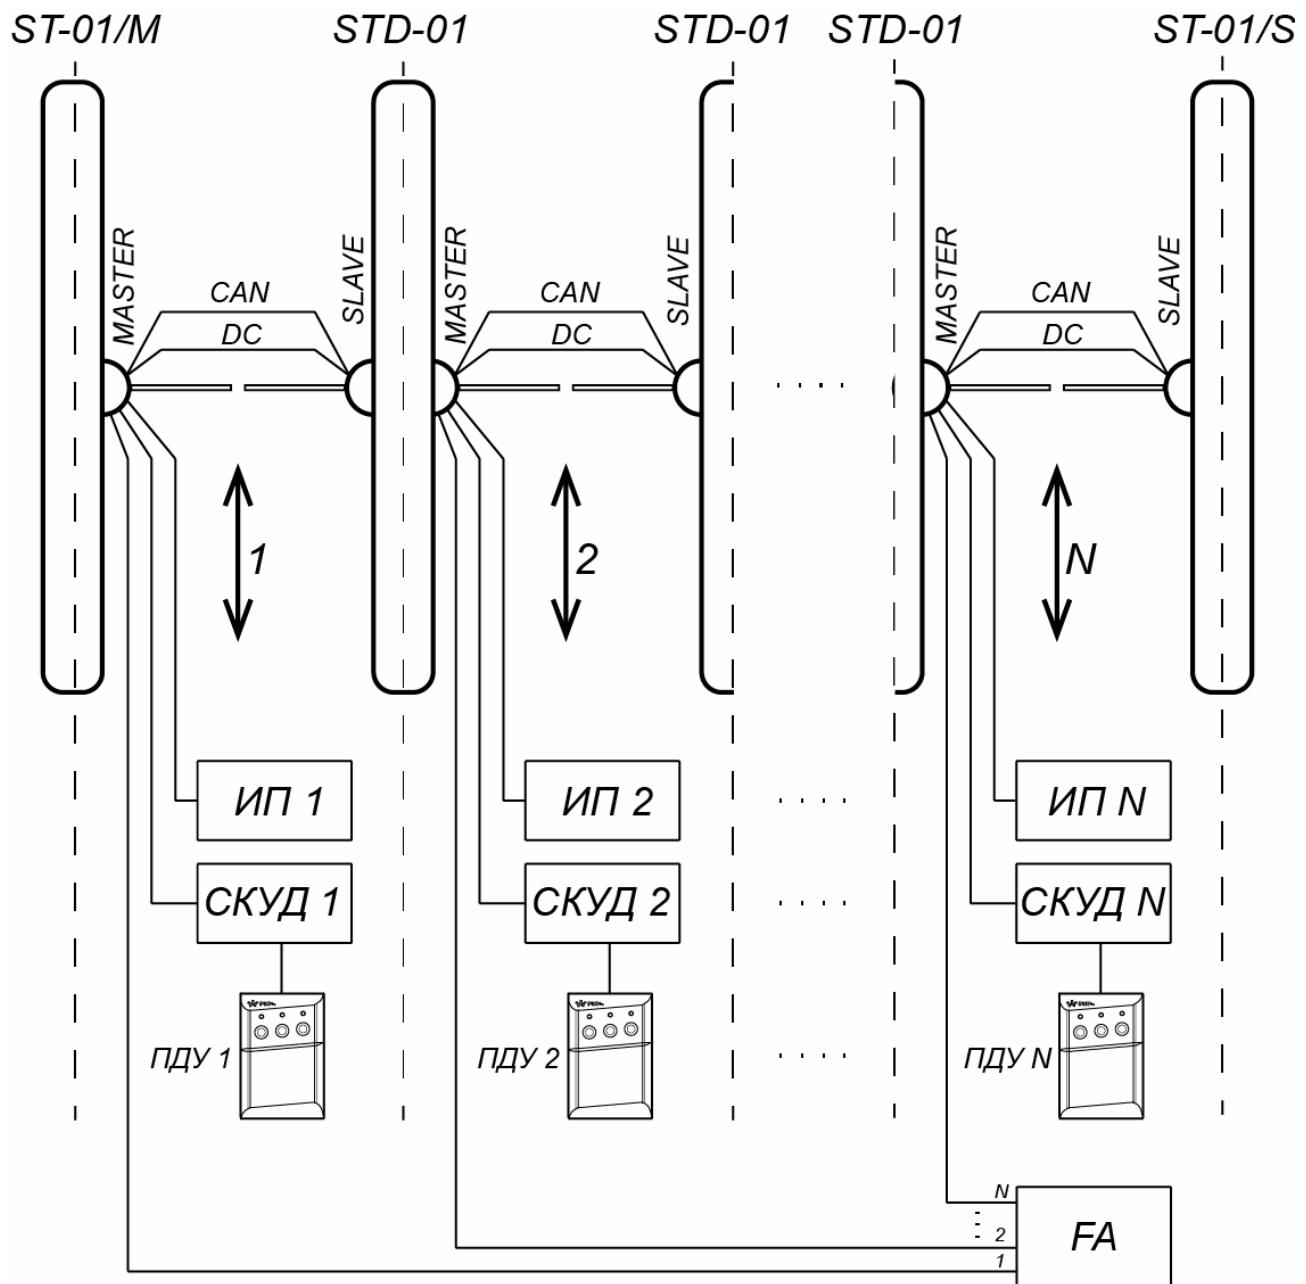
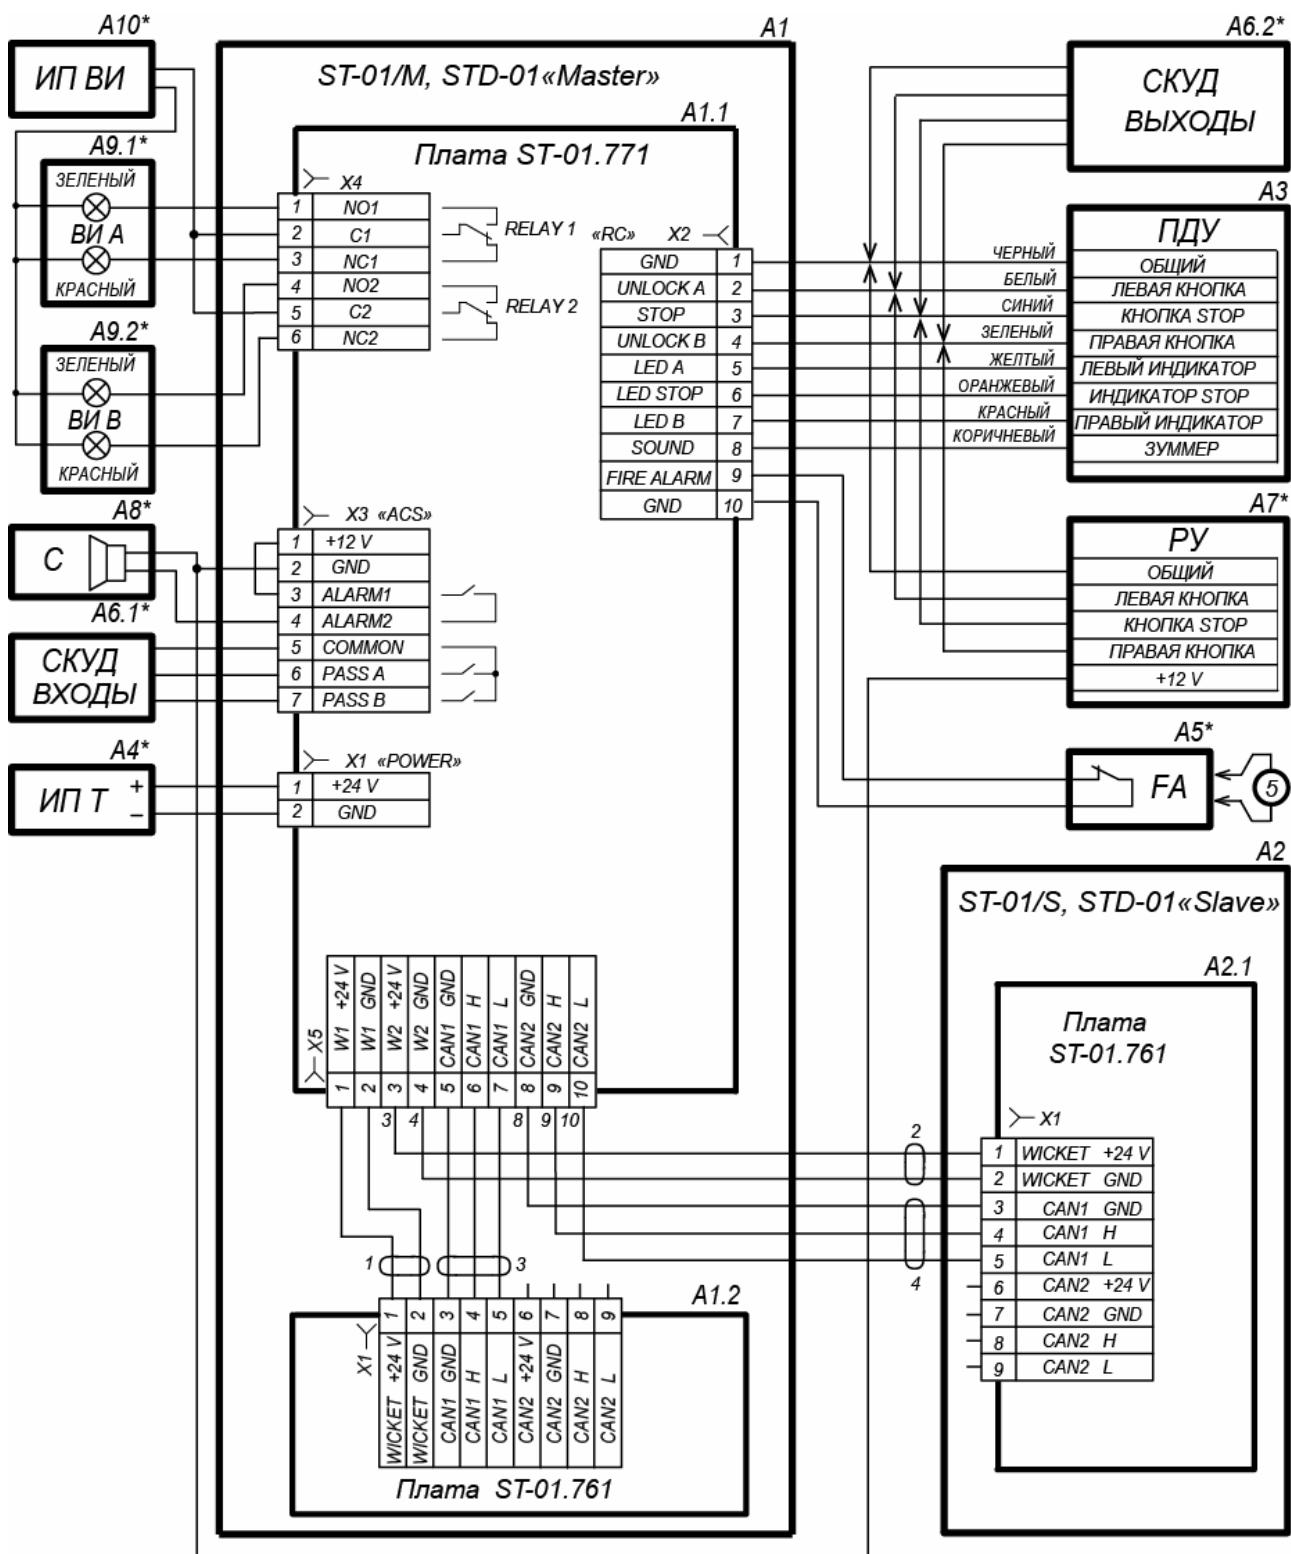

Рисунок 16. Схема соединений турникета PERCo-ST-01 и двусторонних секций PERCo-STD-01 для организации проходной с несколькими зонами прохода
Рисунок 17. Схема электрических соединений турникета11
Схема электрических соединений турникета приведена на рис. 17. Типы кабелей, используемых при монтаже, перечислены в табл. 5. На рис. 16 приведен пример схемы соединений турникета и двусторонних секций при организации проходной с несколькими зонами прохода.
Если нет возможности использовать способ протяжки кабелей кондуктором, при необходимости кабели DC и CAN можно проложить сразу, до начала установки секций. Данные кабели находятся в центральной стойке секции (стороны секции) *Slave* внизу под кожухом. Для этого необходимо распаковать секцию *Slave*, снять кожух с центральной стойки (см. рис. 18), вынуть кабели DC и CAN и отсоединить их от платы управления приводом. На концах жил кабелей имеются маркеры с номерами, соответствующими схеме соединений (рис. 17).
14. Через отверстие для ввода кабелей в основании центральной стойки двусторонней секции (со стороны *Master*) введите внутрь стойки кабели для управления второй зоной прохода: от ИП, от ПДУ или контроллера СКУД, от устройства *Fire Alarm* и дополнительного оборудования, а также кабели DC (19) и CAN (20) от секции (стороны секции) *Slave* или же кондуктор для их протяжки.
20. Подключите кабели к плате управления первой зоны прохода согласно схеме электрических соединений турникета (см. рис. 8 и рис. 17). Плата расположена в нижней части центральной стойки секции *Master*.
Соединительные кабели DC (2) и CAN (4) подключаются к клеммным колодкам **X5** платы управления секции *Master* и **X1** платы привода секции *Slave* в соответствии с маркировкой их жил (см. рис. 17).